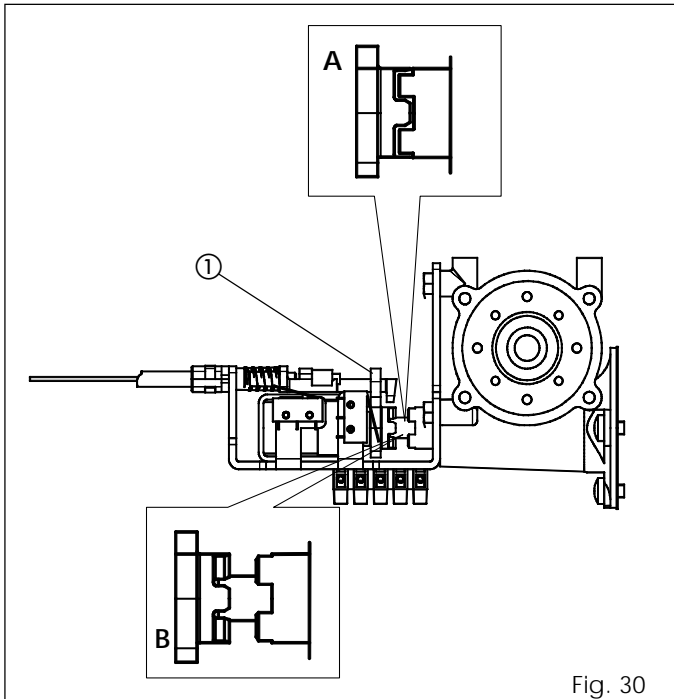
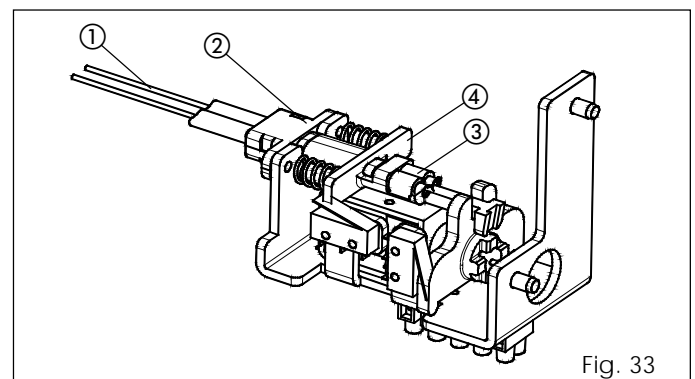

Fig. 30
Fig. 33
- Spingere manualmente la levetta (fig. 30 rif. ①) verso l'albero motore verificando il corretto ingranamento come da fig. 30 rif. A.
- Muovere la levetta (fig. 30 rif. ①) in senso verticale e verificare la presenza del gioco tra l'accoppiamento dell'albero motore e del blocco motore.
- Fare passare il cavo (fig. 33 rif. ①) all' interno del particolare ② lasciando in battuta la guaina.
- Inserire il cavo sul morsetto (fig. 33 rif. ③).
- Tirare il particolare ④ a battuta (comprimendo le molle) e avvitare la vite del morsetto ③ bloccando il cavo in acciaio.
- Verificare che l' innesto blocco motore sia libero dall' innesto albero motore (fig. 30 rif. B).